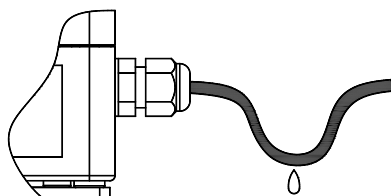

Рисунок 8.9
8.4.6 Для предотвращения скапливания конденсата непосредственно перед герметичным вводом и попадания внутрь ПМ влаги рекомендуется сделать небольшой прогиб кабеля (см. рисунок 8.9).